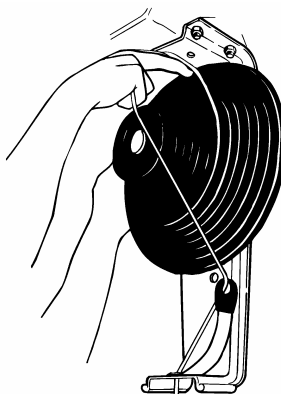

Fig. 3
b) 張力が大きい場合：ホイールを押さえながら、ホイールに巻かれているロープを一巻単位で外す。(Fig. 3)